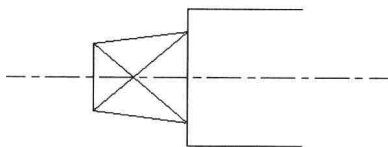

图 3-5-20
- (1) 打开素材文件“3-5-6.dwg”，如图 3-5-20 所示。